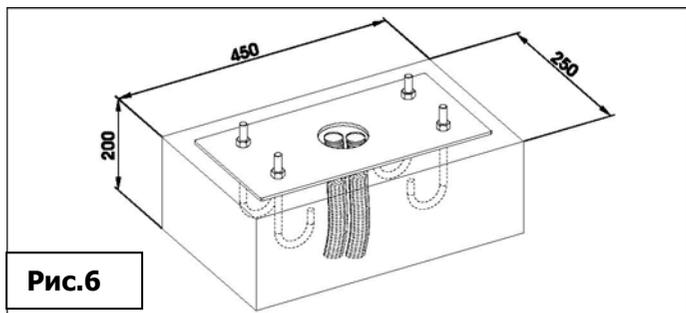

Рис.6
- 2) Подготовить котлован, как показано на рис.6 (для глинистого грунта).
- 3) Залить котлован, как показано на рис.6, обеспечивая кабель-канал для электрических подключений.